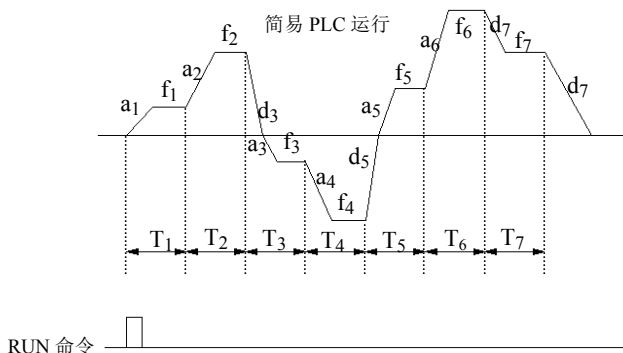

图 6-22 PLC 单循环后停机方式
EDS1000 系列变频器简易 PLC 运行功能提供 7 种多段速运行方式，以下以 7 段速为例说明。图 6-22 中， $a_1 \sim a_5$ 、 $d_1 \sim d_5$  为所处阶段的加速和减速时间，由加减速时间参数 F0.08、F0.09 及 F2.18~F2.29 共 7 种参数设定， $f_1 \sim f_7$ 、 $T_1 \sim T_7$  所指的运行频率和运行时间由功能码 F4.01~F4.14 设置。
**1：单循环后停机。**如图 6-22，变频器完成一个循环后自动停机，需要再次给出运行命令才能起动。